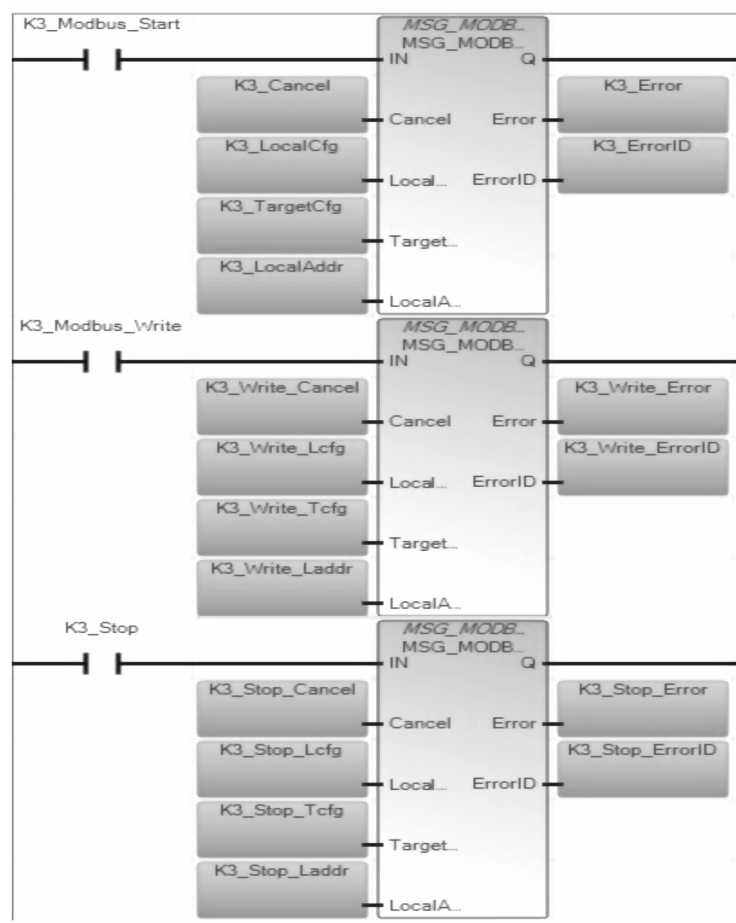

图 7-15 读取反馈速度以及写控制字
6) 编写程序以及设置 MSG 指令参数。编写读取驱动器参数的程序以及控制电动机以预置速度运行的程序。如图 7-15 所示，第一个梯级中的 MSG_MODBUS_1 功能块用于读取 K3 的参数设定值，当 K3_Modbus_Start 指令由假变真一次，控制器就会读一次 K3 参数寄存器中的值。
读取反馈速度以及写控制字如图 7-15 所示。